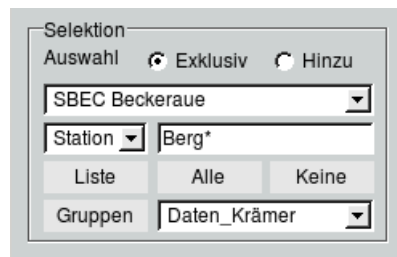

Abbildung 3.9: Funktionen zum Selektieren auf der Hauptoberfläche
1. Die in Abbildung 3.9 dargestellten Elemente haben die folgenden Funktionen:
Mit dem Eingabefeld können Sie eine Station oder ein Kartenelement (je nach Vorauswahl in der nebenstehenden Liste) nach einem definierten Suchmuster (auch über die Wild Cards „*“ und „?“) selektieren. In dem Beispiel aus Abbildung 3.9 werden nach Drücken der Return-Taste Stationen selektiert, die mit „Berg“ anfangen.